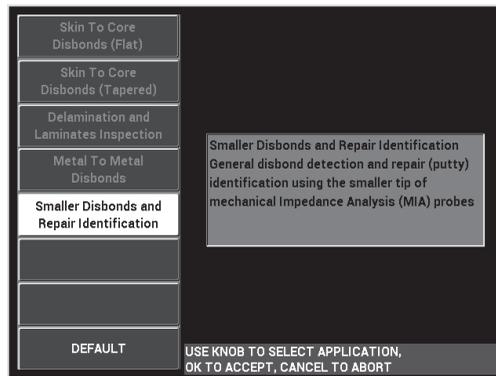

Figura 6-30 Aplicación Pérdidas de adherencia más pequeñas e identificación de reparación
3. Seleccione la aplicación **Pérdidas de adherencia más pequeñas e identificación de reparación**, después pulse la tecla Confirmación/Enter (✓) para confirmar la selección. Ver la Figura 6-30 en la página 158.